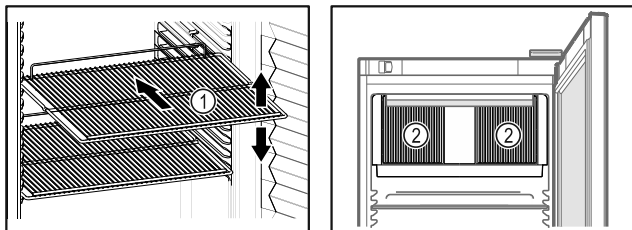

Fig. 40 Eksempelfremstilling Fig. 41
- Hvis oppbevaringshyllene Fig. 40 (1) kan flyttes, juster etter høyden.